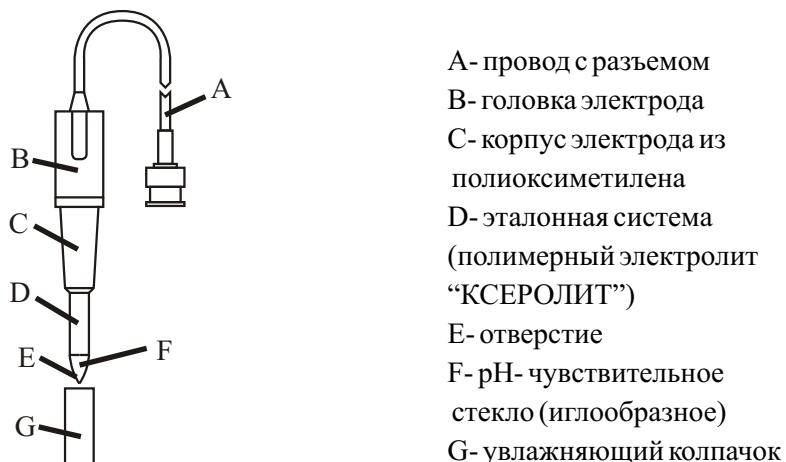

Рис.3. Внешний вид pH-электрода
Внешний вид pH-электрода показан на рис.3
7.4. Подсоединить кабель к pH-электроду, сняв с него закрывающий колпачок А (рис. 3), и к измерительному блоку, а датчик температуры к измерительному блоку.